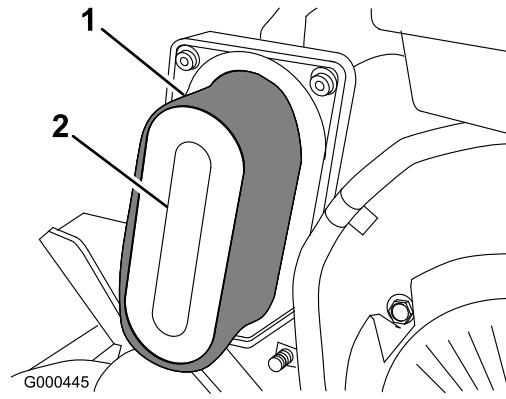

Figure 22
4. Si l'élément en mousse est encrassé, sortez-le de l'élément en papier (Figure 22) et nettoyez-le soigneusement.